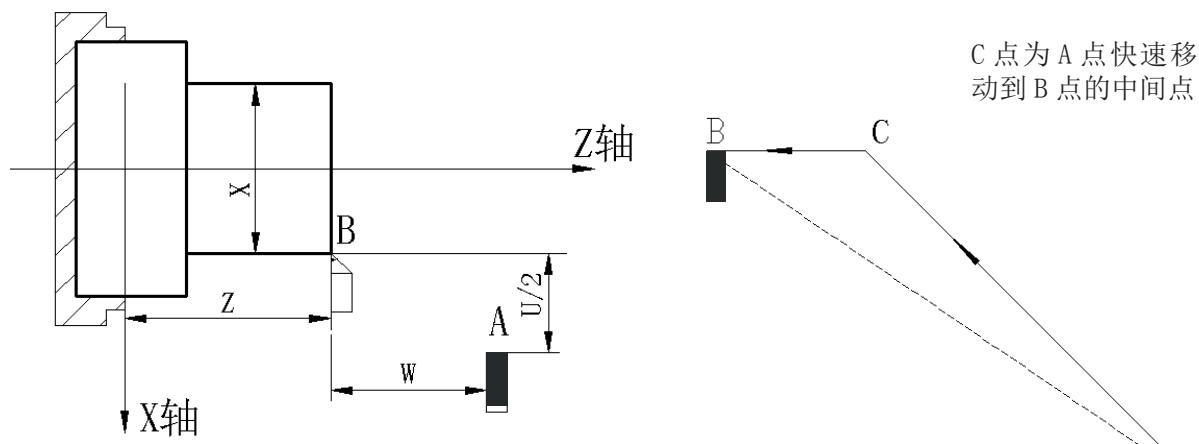

图 3-1
**代码功能:** X 轴、Z 轴同时从起点以各自的速度移动到终点，如图 3-1 所示。两轴是以各自独立的速度移动，短轴先到达终点，长轴独立移动剩下的距离，其合成轨迹不一定是直线。